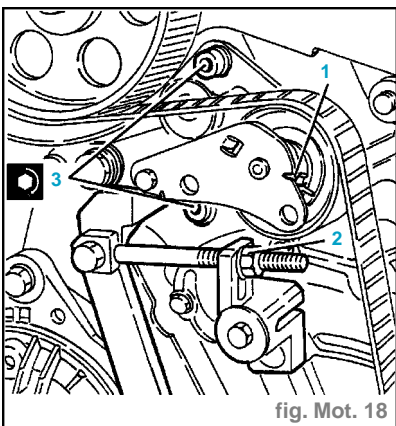

fig. Mot. 18
- S'assurer que le repère mobile du tendeur de courroie de distribution coïncide avec le repère fixe (1) (fig.Mot.18).